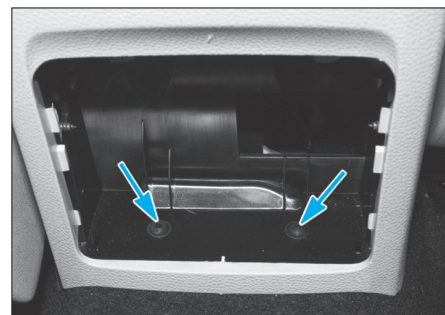

Fig. 17
- les deux vis pour extraire le diffuseur d'air arrière (Fig.17),